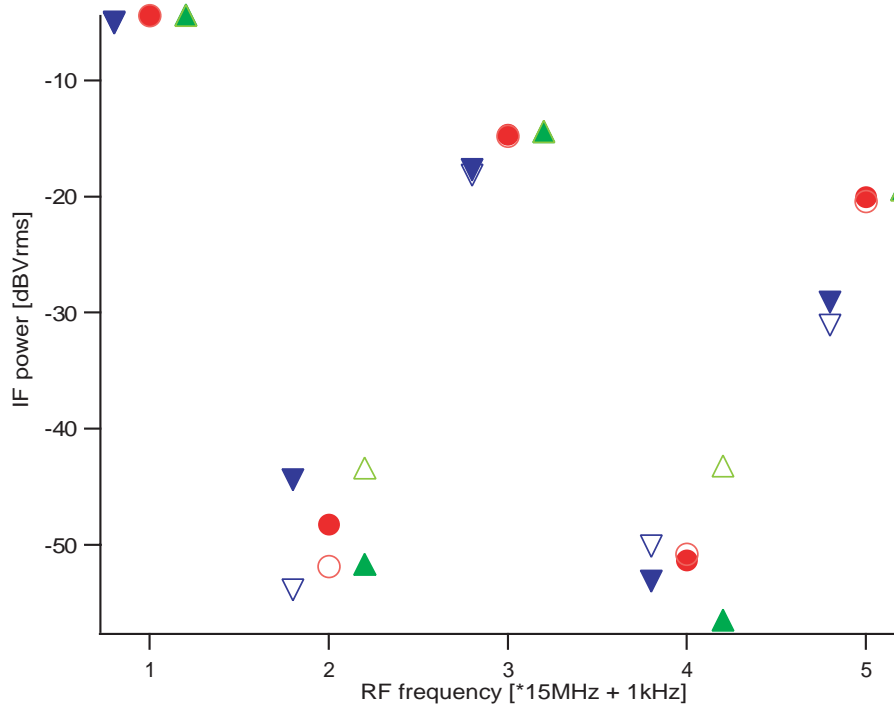

図 2: RFsin 波 0.10V に固定
続いて図 2 は RF を固定して LO のパワーを変動させたときの結果である。それぞれのマーカーが示すものは次の通りである。RF は全て 0.10V の sin 波である。
- 図2に関して、基本波に注目すると赤 (2.60V) と緑 (3.90V) がほぼ同じで、青 (1.40V) が二つを下回る。このことより現在 TAMA で使われているパワー (赤) は過不足無いパワーだと言える。
- 図2に関して、一番問題となる3倍波の高調波成分に関して、LO に sin 波を入れても矩形波を入れてもほとんど違いがない。この事より、今のパワーだと、LO の sin 波に少々の高調波成分が乗っていてもほとんど影響がない。